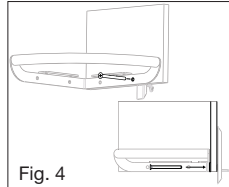

Fig. 4
13. As you hold the flange and apply pressure to the bar by pulling outward, insert a 3" machine screw into the hole of the Assist Bar Shelf bracket and then the center hole of the flange. Next align the machine screw with the threaded insert in the bar and tighten enough to keep the bar upright. *DO NOT COMPLETELY TIGHTEN.* (Fig. 4)
13. Alors que vous tenez la collerette et faites pression sur la barre en tirant vers l'extérieur, insérez une vis de 3 po (7,62 cm) dans le trou central de la collerette. Ensuite, insérez la vis à métaux dans le trou fileté de la barre et serrez suffisamment pour maintenir la barre droite. **NE SERREZ PAS COMPLÈTEMENT.** (Fig. 4)